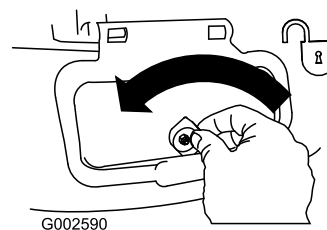

Figure 26
1. Déverrouillez le volet d'éjection latérale (Figure 26).